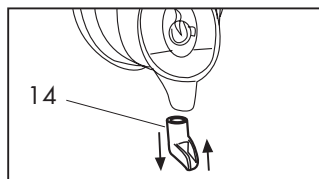

Fig. 14
Retirer la manchette (14) de son siège et tirer vers le bas. Laver soigneusement et nettoyer de tout résidu de café. Après le nettoyage insérer la manchette de nouveau en appuyant à fond. (Fig. 14)